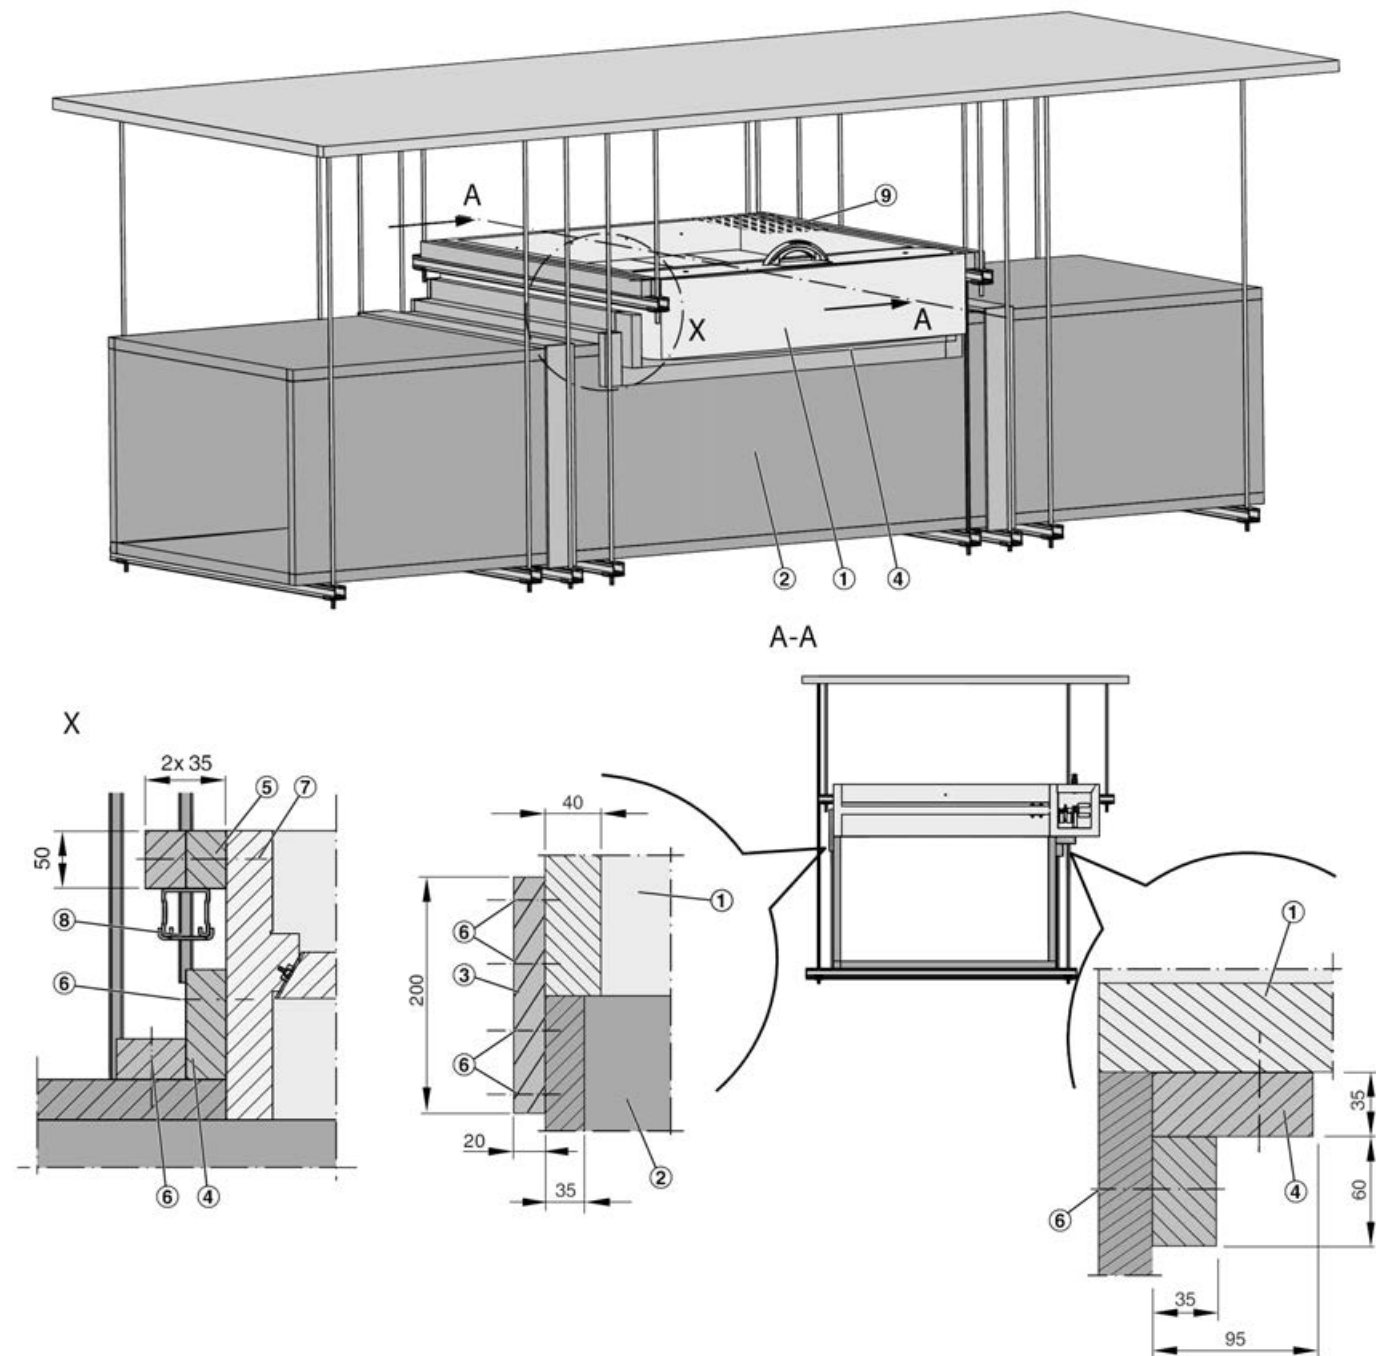

Fig. 34: Instalación sobre un conducto horizontal de extracción de humo resistente al fuego
- ▶ Conecte el conducto para extracción de humo a la compuerta mediante una sección en ángulo ( Fig. 34 /4) entre el conducto y la compuerta ↗ 6 «Conducto para extracción de humo y rejilla de protección» en la página 67.
- ▶ Si el conducto para extracción de humo y la compuerta están enrasados, la compuerta puede conectarse con tiras de conexión ( Fig. 34 /3).
Si el lado de funcionamiento no está conectado al conducto, se deberá instalar una rejilla de protección ( Fig. 34 /8) en la compuerta, ↗ 6.4 «Rejillas de protección» en la página 69.